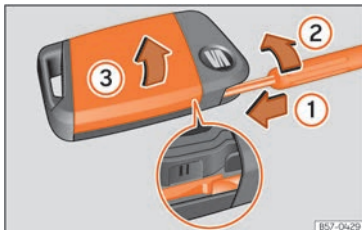

Abb. 87 Fahrzeugschlüssel: Deckel des Batterieabdeckers öffnen.
- Führen Sie einen Schlitzschraubendreher durch die äußere Führung des Notschlüssels in den Fahrzeugschlüssel ein, ca. 1 cm in Pfeilrichtung »» **Abb. 87** ①.
- Drehen Sie den Schraubendreher im Uhrzeigersinn, bis sich die Abdeckung öffnet »» **Abb. 87** ②.
- Bewegen Sie die Abdeckung in Pfeilrichtung »» **Abb. 87** ③ und nehmen Sie sie ab »» ①.